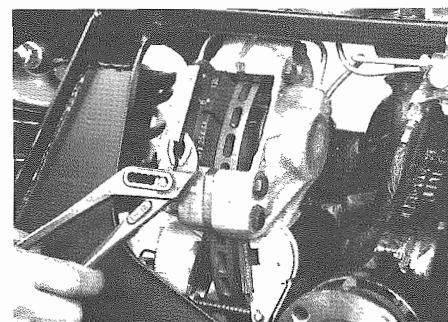

Fig. 14 - Estrarre le pastiglie
- Estrarre le pastiglie (Fig. 14).
- Take out pads (Fig. 14).